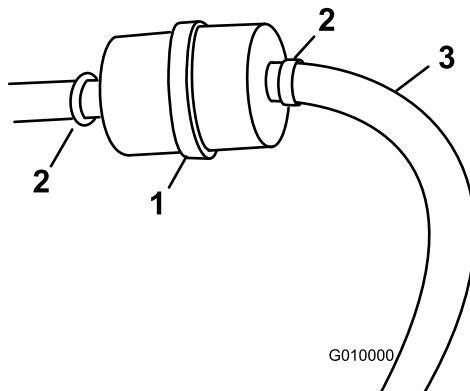

Figura 52
3. Allentate le fascette stringitubo e allontanatele dal filtro (Figura 52).
5. Installate un nuovo filtro nei flessibili e fissate le fascette stringitubo (Figura 52).
3. Allentate la fascetta stringitubo e spostatela in alto sul tubo del carburante, lontano dal filtro del carburante (Figura 52).
4. Scollegate il tubo del carburante dal filtro del carburante (Figura 52).
Nota: Lasciate spurgare la benzina in una tanica apposita o in una bacinella (Figura 52).
5. Collegate il tubo del carburante al filtro del carburante. Infilate la fascetta vicino al filtro del carburante, per fissare il tubo del carburante (Figura 52).